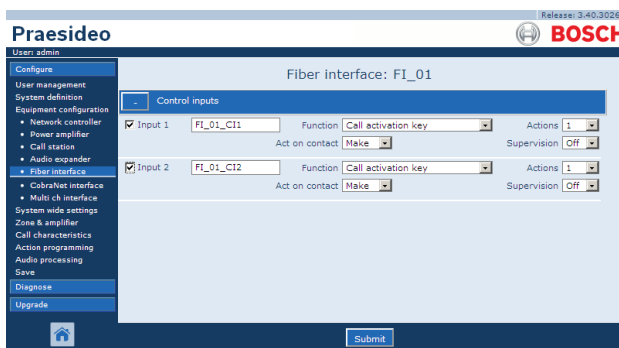

Abbildung 43.32: Konfiguration der LWL-Schnittstelle, Schritt 2
- 2 Klicken Sie auf den Namen der zu konfigurierenden LWL-Schnittstelle. Im Hauptframe der webbasierten Benutzeroberfläche wird ein Bildschirm angezeigt, der dem in Abbildung 43.32 gleicht.